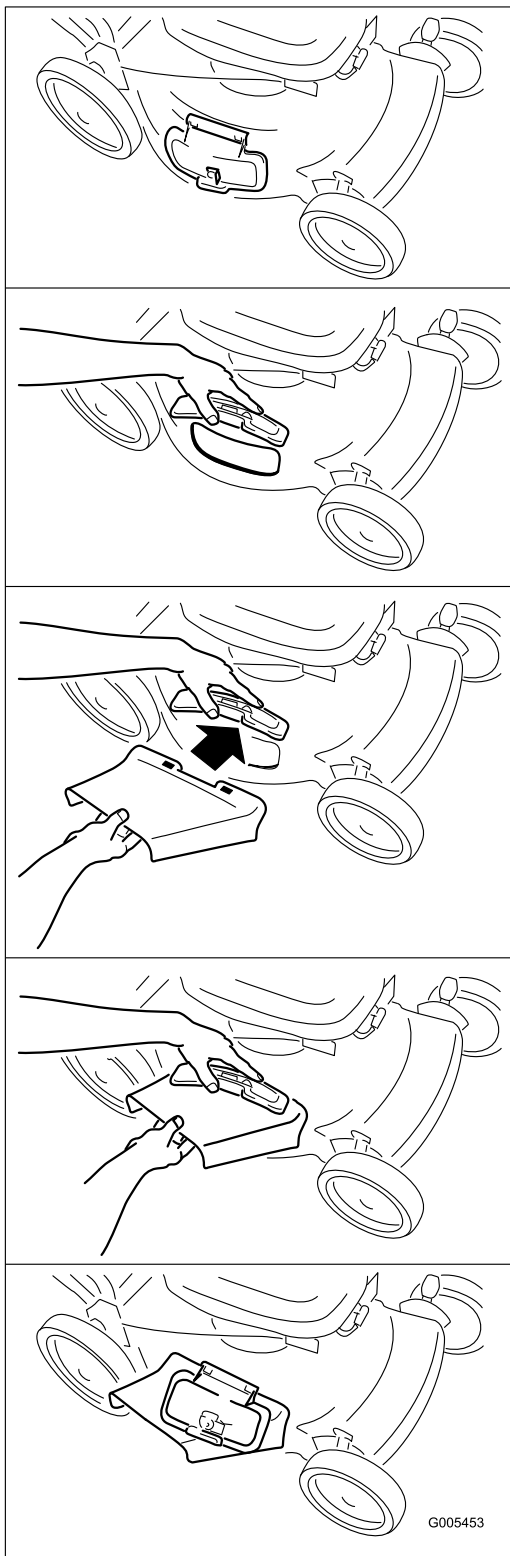

Figure 21
2. Montez l'éjecteur latéral (Figure 21).